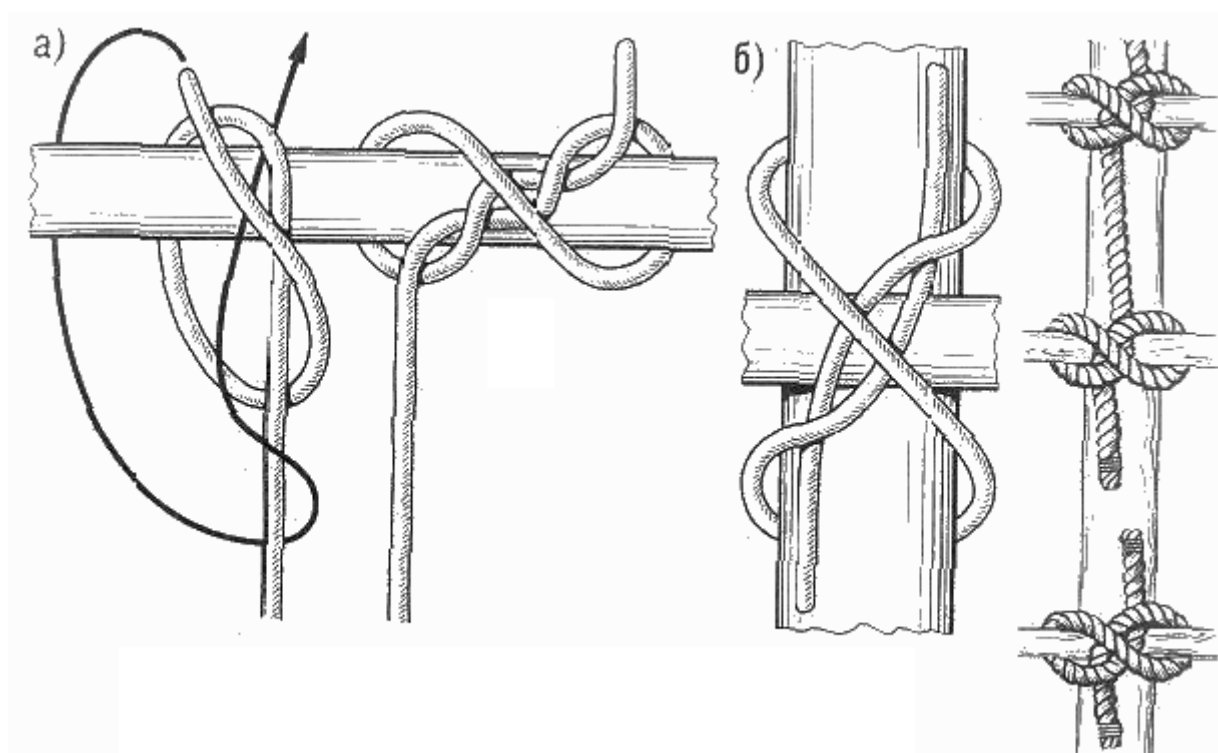

Рис. 52. Питонов узел:
**Питонов узел** (рис. 52). Как питон почти ничем не отличается от удава, так и этот узел не имеет особых отличий от "констриктора". По принципу они схожи. Питонов узел применим для тех же случаев, что и "констриктор", Кроме этого, он очень может пригодиться для связывания двух поперечных реек (рис. 52, б). Их соединение с помощью этого узла будет намного прочнее, чем на гвоздях.